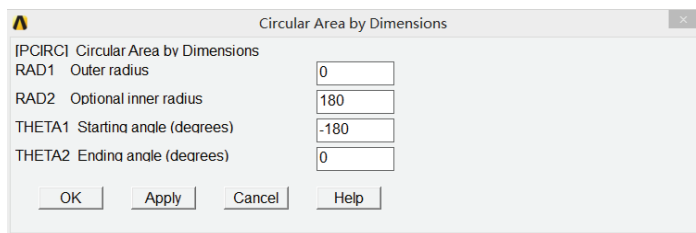

图 5-155 创建圆面对话框
2) 选择 Main Menu | Preprocessor | Modeling | Create | Areas | Circle | By Dimensions 命令, 出现 Circular Area by Dimensions 对话框, 在 RAD1 Outer radius 输入栏中输入 0, 在 RAD2 Optional inner radius 输入栏中输入 180, 在 THETA1 Starting angle (degrees) 输入栏中输入 -180, 在 THETA2 Ending angle (degrees) 输入栏中输入 0, 如图 5-155 所示, 单击 Apply 按钮; 在 RAD2 Optional inner radius 输入栏中输入 60, 在 THETA1 Starting angle (degrees) 输入栏中输入 -180, 单击 OK 按钮关闭该对话框。